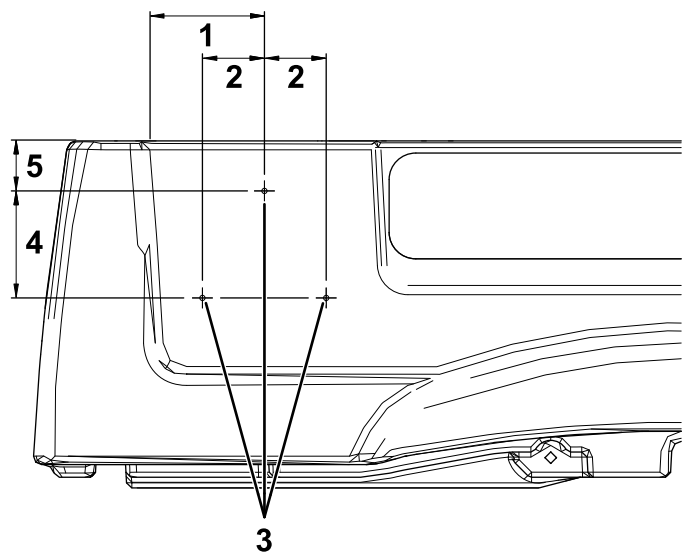

図 15
1. 荷台の左側で、モールドの右端から 136 mm の位置と、荷台の上端から 60 mm の位置にマーキングする図 15。
2. ステップ1で付けたマークから下へ 128 mm の位置と、左右それぞれ 74 mm の位置にマーキングする図 15。
3. マークを打った場所 3 ヶ所に直径 5 mm の穴を開ける図 15。